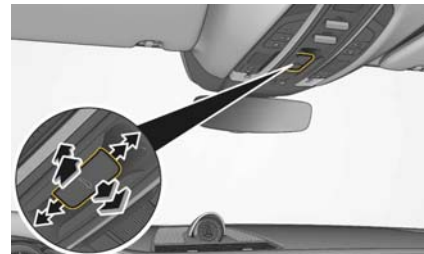

図 181 : ルーフシステムの開閉
- ▶ オーバーヘッド・コンソールの (図 181) を下向きに、押したままにします。終端位置の保存プロセスが約 10 秒後に始まります。